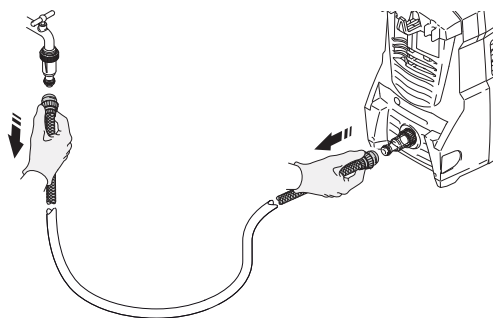

Fig. 23
- Séparez le tuyau de l'arrivée d'eau (Fig. 23).